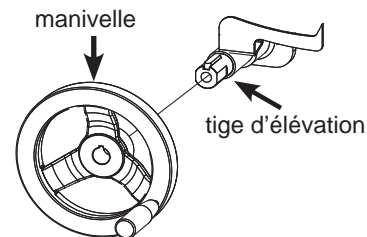
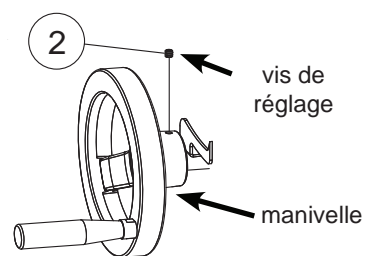
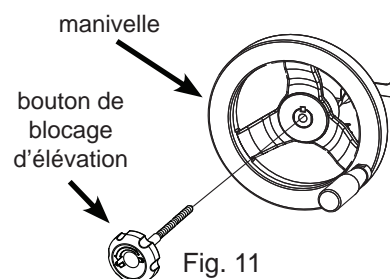

Fig. 9
Fig. 10
Fig. 11
- Déballer une des manivelles incluses avec votre scie et visser la poignée à la manivelle (voir figure 7). Serrez la poignée à l'aide d'une clé 14 mm. La quincaillerie requise pour installer la manivelle d'élévation se trouve sur la partie de l'ensemble de quincaillerie ayant un arrière-plan bleu. Retirez une clé de l'ensemble de quincaillerie et insérez-la dans la fente au bout de la tige d'élévation (voir figure 8). Glissez la manivelle sur la tige d'élévation (voir figure 9) jusqu'à ce que la face de la manivelle soit à niveau avec le bout de la tige. Retirez une vis de réglage de l'ensemble de quincaillerie et vissez-la dans le petit trou sur le côté de la manivelle (voir figure 10). Serrez la vis à l'aide d'une clé hex 3 mm. Repérez le bouton de blocage ayant la tige filetée la plus longue. Vissez le bouton de blocage à la manivelle (voir figure 11), mais ne pas le serrer complètement. Le bouton de blocage est utilisé pour empêcher la manivelle de tourner une fois que la lame est réglée à la hauteur désirée.